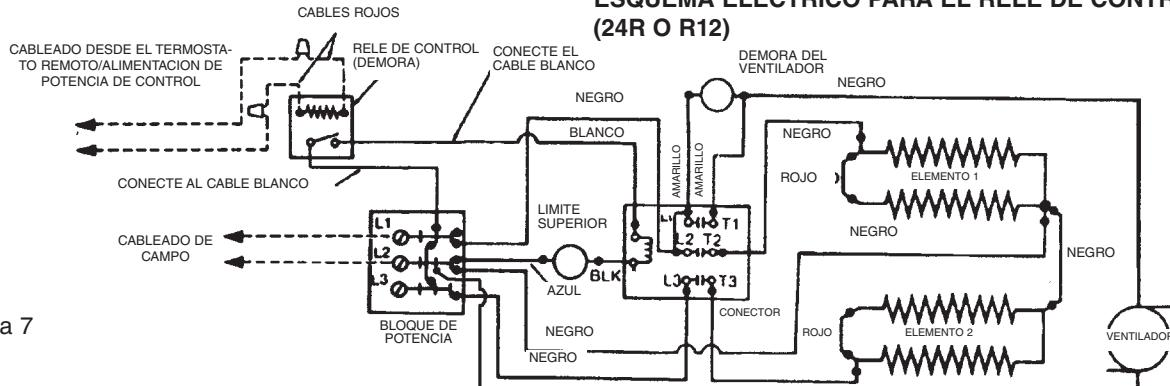

Figura 7
- Instale el Transformador y el Relé según se muestra en la Figura 7.